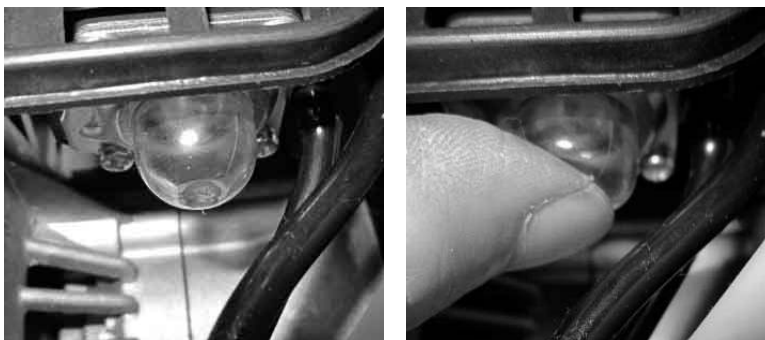

Fig.12
- 1) Premere più volte sulla pompa del carburante fino a quando si riempie di carburante (Fig.12).